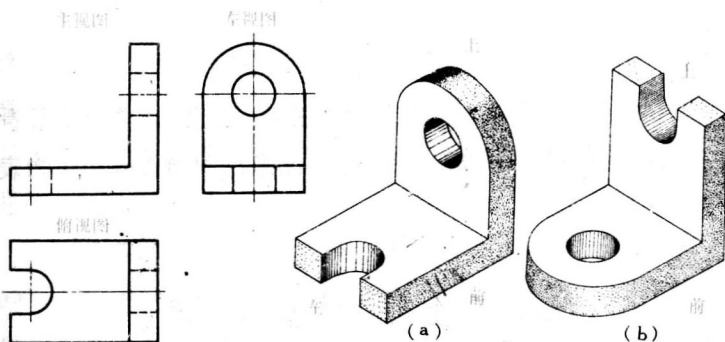

图 1-15 支架的三视图 图 1-16 根据视图特点,摆正支架的位置
现以图 1-15 支架的视图为例,说明怎样对着实物看图。
1. 识图名 根据视图间的位置关系,可定出各图的名称,见图 1-15 上的文字说明。
根据图 1-15 主视图的图形特点,可以把支架摆成图 1-16 (a)、(b)两种位置。粗看好象都行,但仔细对照,发现图(b)的圆孔只对着图 1-15 主视图上一条直虚线,缺口却对着两条虚线,说明图 1-16(b) 的摆法不对。图 1-16(a) 的摆法和图 1-15 的主视图都对得上。对上以后,还要进一步核对其它视图。按照图 1-16(a) 的摆法和图 1-15 的俯视图对照,缺口在左边,